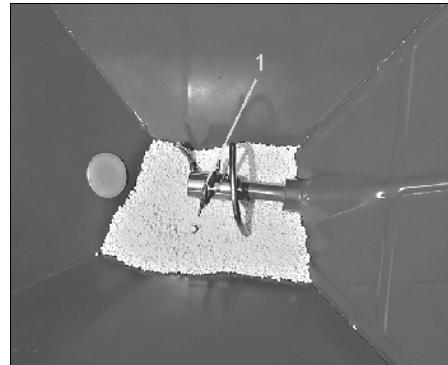

Рис. 61
- Предохранительное срезное устройство ворошильного валика – это фиксирующий палец с пружинной защелкой на ворошильном органе спиральной формы (Рис. 61/1)